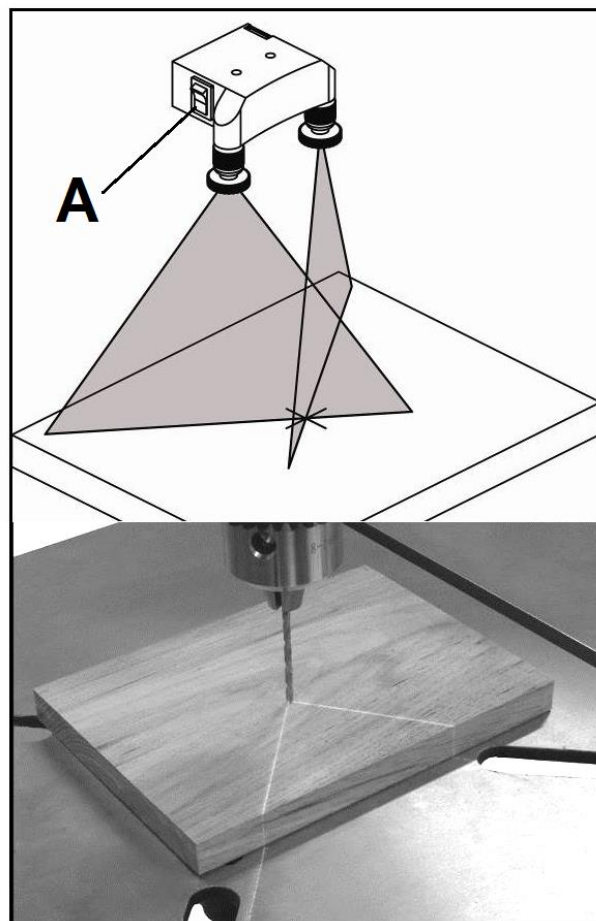

Рис. 25
5. Включите переключатель лазера (А, рис. 25) и убедитесь, что линии лазера совмещены с «Х» на заготовке.
Два лазерных луча должны встретиться в центре сверла (рис. 25).